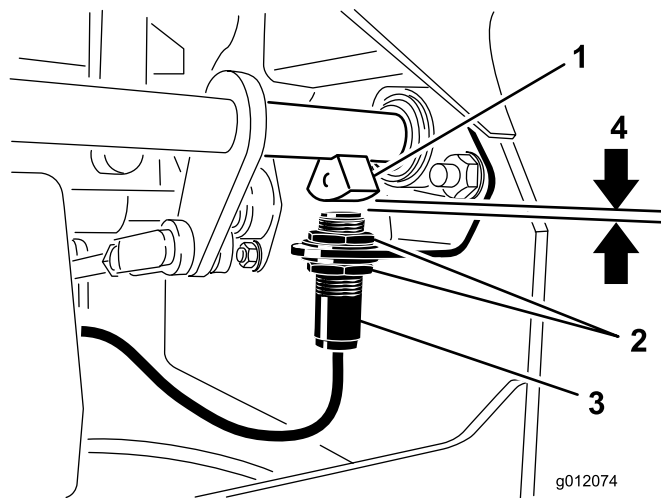

Figura 51
4. **Figura 51** Spostate il microinterruttore verso l'alto o il basso, lungo la staffa, fino a quando la distanza tra il sensore dell'albero del freno e il pulsante del microinterruttore è di 3,9 mm.